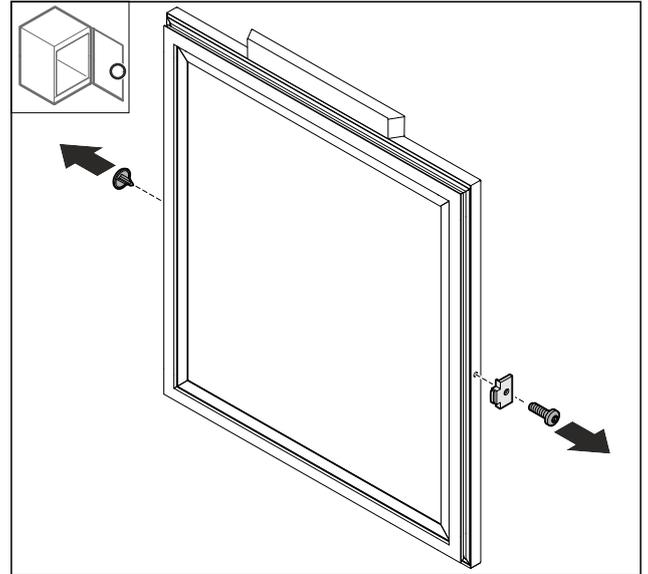

Fig. 70
- ▶ Abdeckung Fig. 70 (1) entfernen.
- ▶ Türstopper Fig. 70 (2) demontieren.